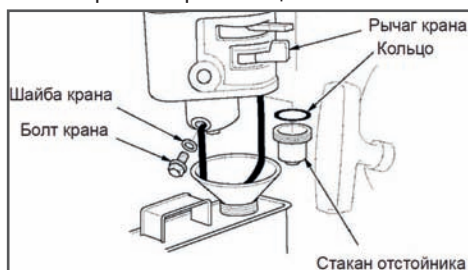

Рис.27 Удаление топлива из бака
- Поместите подходящую емкость для топлива под карбюратор (Рис. 27), и используйте воронку, чтобы не пролить топливо.